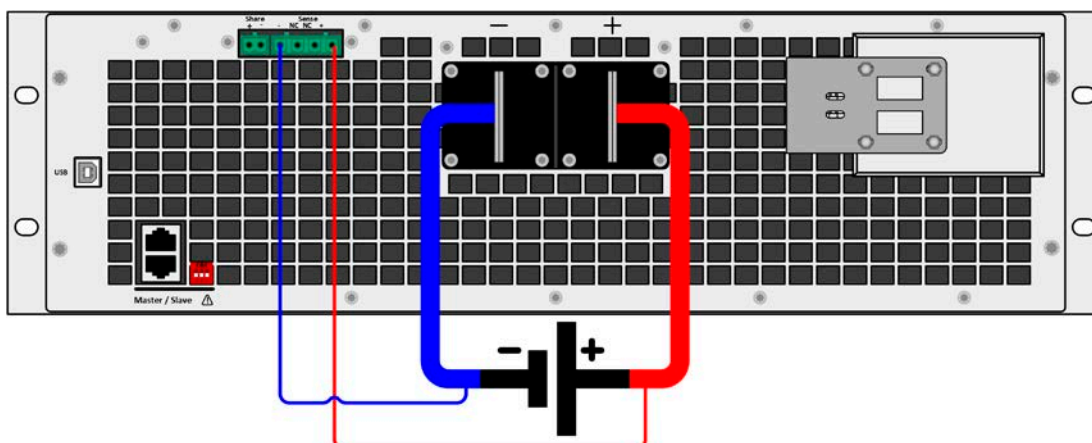

Imagen 8 - Ejemplo para cableado de detección remota
- La detección remota es solo eficaz durante un funcionamiento de tensión constante (CV) y para otros modos de regulación, la entrada de detección se debe desconectar en la medida de lo posible porque conectarla generalmente incrementa la tendencia a la oscilación.
- Los cables de detección se deben conectar del polo + al polo + y del - al - en la fuente o la entrada de detección de la carga electrónica podría resultar dañada. Véase un ejemplo Imagen 8